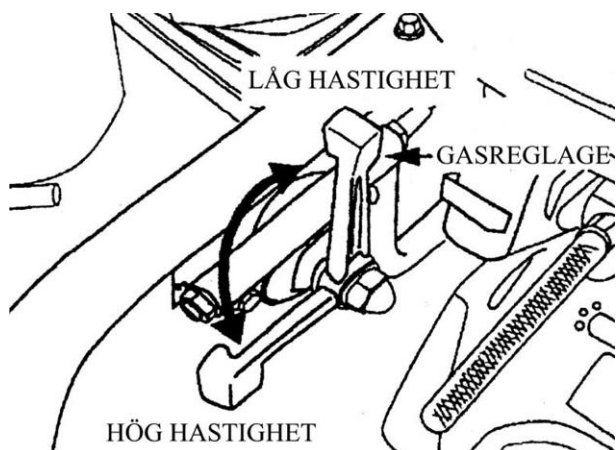

Fig. 2.5
4. För gasreglaget till ungefär halvgas (Fig. 2.5).